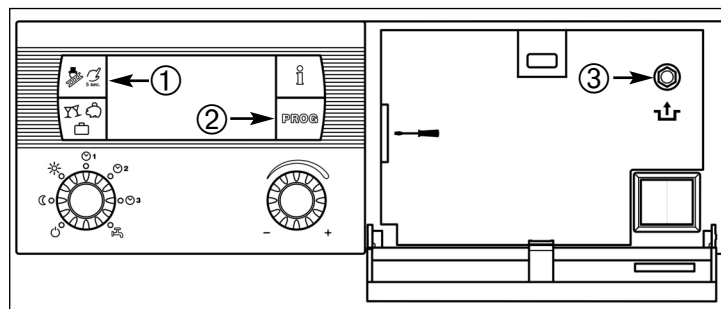

Abb. 5
- Die Taste  solange gedrückt halten, bis der STB auslöst (Abb.5 - Pos. 1 und 2).
- STB entriegeln (Abb.5 - Pos. 3)